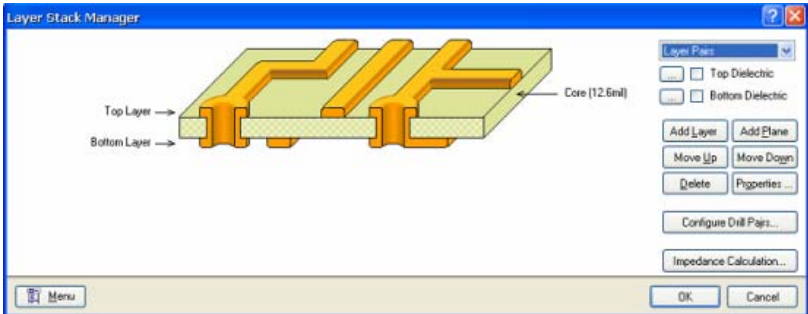

图6-18 层堆栈管理
- 选择Design>>Layer Stack Manager [快捷键: D, K]，显示层堆栈管理对话框，如图6-18所示。